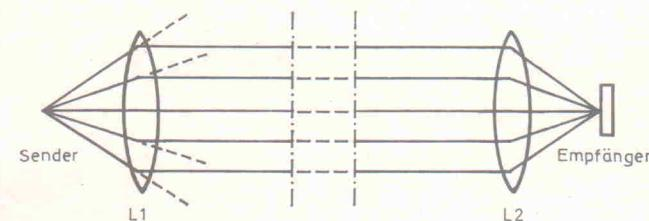

Bild 1. Prinzip einer Lichtschranke. Diese optischen, justierten Systeme ermöglichen große Reichweiten.
Bild 1 zeigt das Prinzip einer Lichtschranke. Eine Glühlampe als Sender strahlt ihr Licht in alle Richtungen des Raumes. Bringt man eine Sammellinse L1 so vor der Lichtquelle an, daß diese im Brennpunkt der Linse liegt, so läßt sich ein größerer Raumwinkel nutzen. Auf der Empfängerseite ist vor dem fotoempfindlichen Element eine weitere Sammellinse L2 angeordnet; diese Maßnahme wirkt sich wie eine Vergrößerung der Empfängerfläche aus.
Auf die in Bild 1 beschriebene Weise kann mit Linsen oder Parabolospiegeln die Reichweite von Lichtschranken um Größenordnungen gesteigert werden. Für die praktische Ausführung solcher Systeme ge-
unendlicher) Entfernung; am Ort der Linse besteht daher das Lichtbündel praktisch aus parallelen Strahlen. Die Linse erzeugt ein Bild der Lichtquelle im Brennpunkt F. (Hinweis 1: Mit der Sonne als Lichtquelle kann nach diesem Linsengesetz der Abstand des Brennpunktes F von der Linse ermittelt werden; dieser Abstand entspricht annähernd der Brennweite f. Hinweis 2: Die Wirkung der Linse L2 in Bild 1 beruht auf diesem Gesetz.)
- C Die Lichtquelle befindet sich im Brennpunkt F (Abstand f). Die Linse erzeugt ein Bündel paralleler Strahlen. (Hinweis: Auf diesem Gesetz beruht die Wirkung der Linse L1 in Bild 1.)